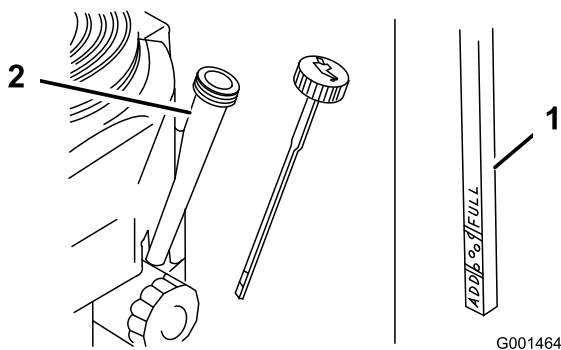

Figura 17
3. Limpie alrededor de la varilla de aceite (Figura 17).
- Retire la varilla de aceite y limpie el extremo (Figura 17).
- Introduzca la varilla a fondo en el tubo de la varilla sin enroscarla en el cuello de llenado (Figura 17).
- Retire la varilla y observe el extremo. El nivel de aceite debe estar entre las marcas Add (Añadir) y Full (Lleno) (Figura 17).